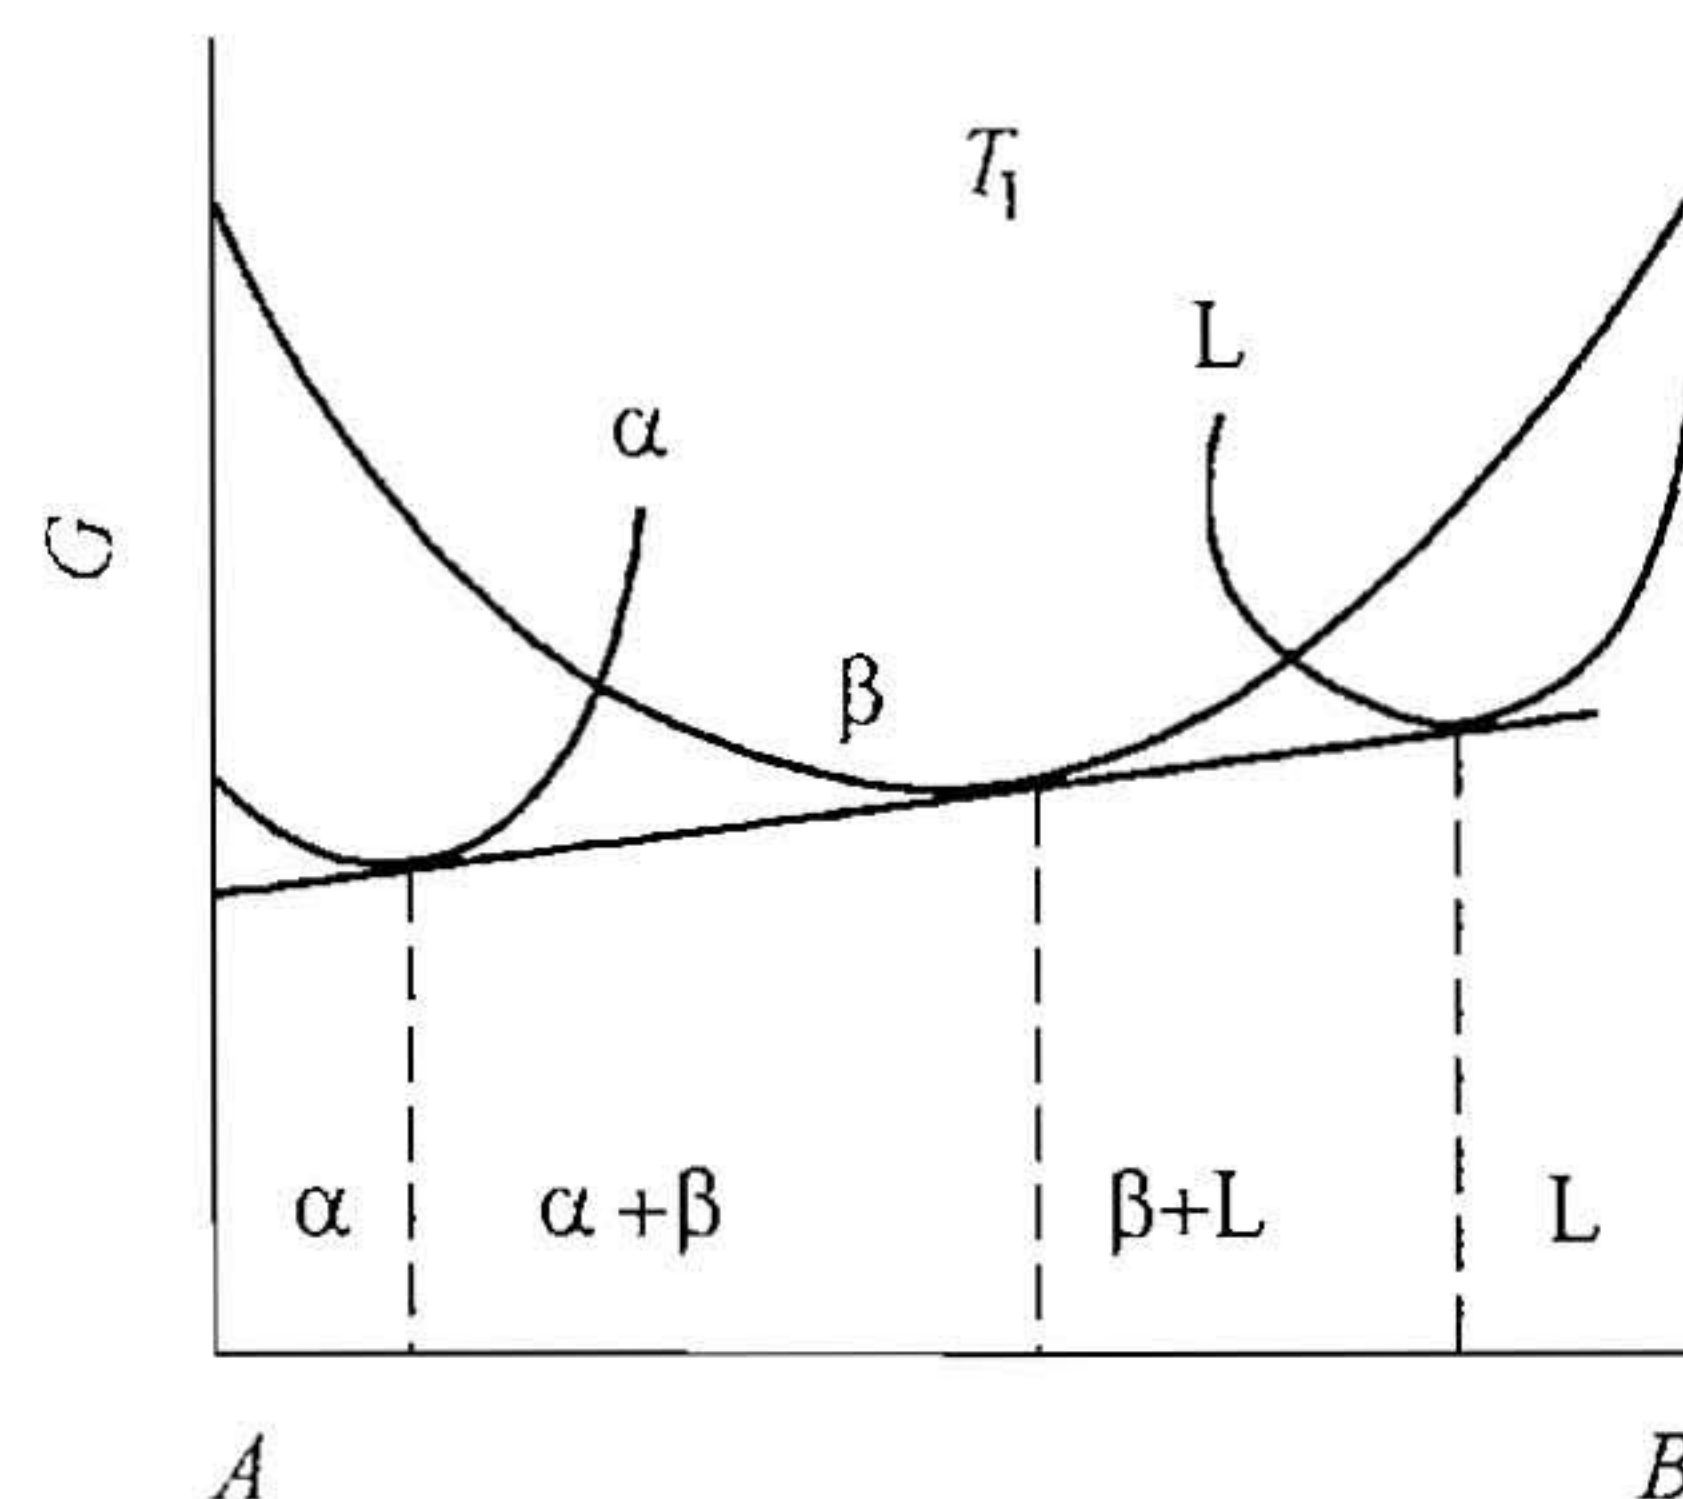

图 19-4 第二题第 7 小题
(1) 相图中三条水平线的反应式 (温度由高到低): 包晶反应: $L + \alpha \rightarrow \beta$, 共析反应 $\beta \rightarrow \alpha + \gamma$, 共析反应 $\gamma \rightarrow \alpha + \delta$; T_1 温度下的成分-自由能曲线示意图如图 19-4 所示。
(2) Cu-10wt\%Sn 合金平衡凝固过程: 析出初晶 α , 凝固后得到单相固溶体 α 。